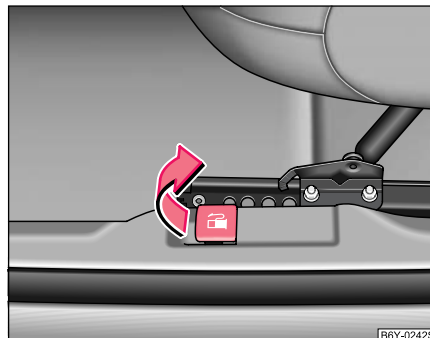

Fig. 121 Levier d'ouverture de la trappe du réservoir
- Vous pouvez ouvrir la trappe du réservoir en tirant la manette* à côté du siège conducteur ⇒ page 174, fig. 121 ou en l'ouvrant au niveau de la tubulure de versement de carburant.
- Dévissez le bouchon en le faisant tourner vers la gauche et posez-le en haut sur la trappe du réservoir ⇒ page 174, fig. 121.